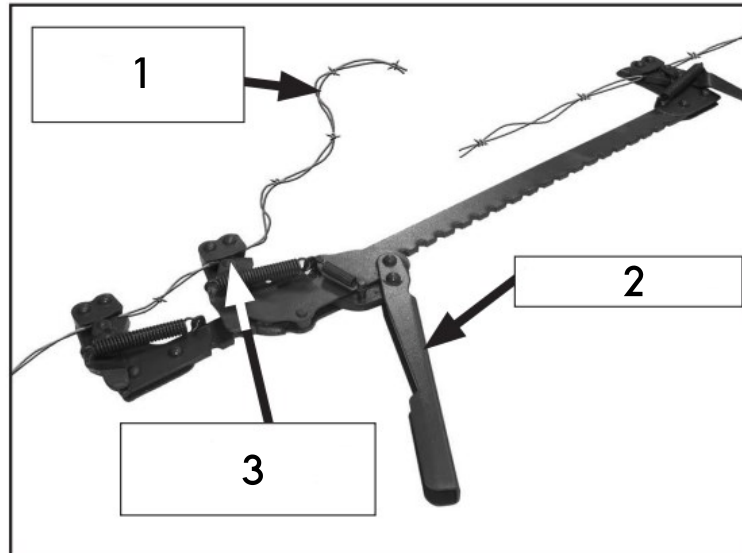

Abbildung 6
2. Gleichen Sie überschüssiges Spiel von Hand aus, klemmen Sie dann den Draht in den beweglichen Haken der Klemmbacke ein (Abb. 6).